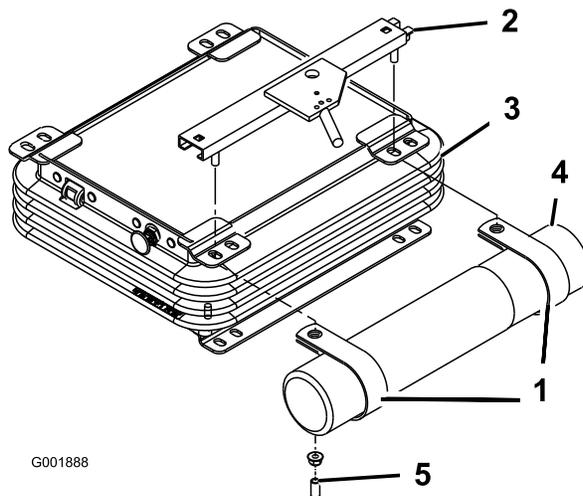

図 7
4. R クランプに筒を取り付け、ナットを締め付ける (図 7)。
2. 上シートブラケットをシートサスペンションの左側に固定しているナット2個とビニルキャップを取り外す (既に取り付けていた場合) (図 7)。
3. 今はずしたナット2個でRクランプをシートブラケットのスタッドに仮止めする (図 7)。Rクランプはシートサスペンションのタブの下になるように取り付けること。